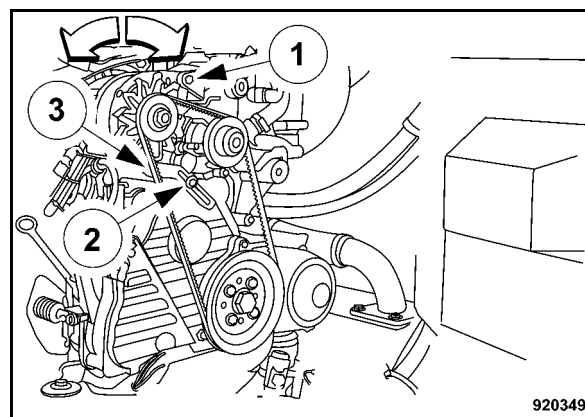

Fig. 168
- Allentare le viti di fissaggio 1, 2 e 3 (Fig. 168).